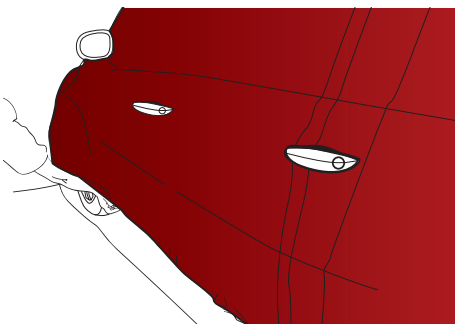

Figure 17
- Puis tendre le film jusqu'au bas de caisse. (FIG. 17)